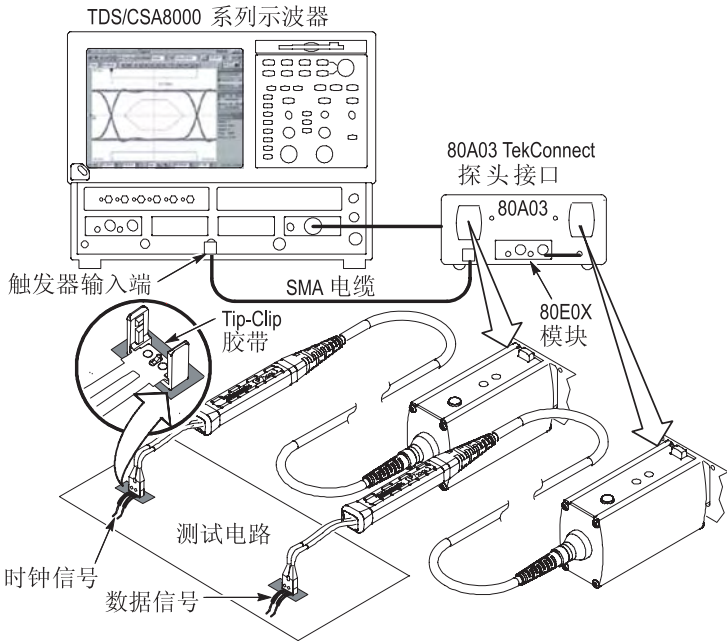

图 21: TDS8000 取样示波器
- 连接 80A03 的一个通道，探测与被测信号源同步的时钟，以提供触发信号。请参阅图 21。